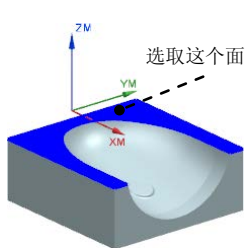

图 13.3 参考面
Step1. 在“MCS 铣削”对话框 **安全设置** 区域 **安全设置选项** 下拉列表中选择 **平面** 选项, 在绘图区域选取图 13.3 所示的面, 然后在 **距离** 文本框中输入 15。